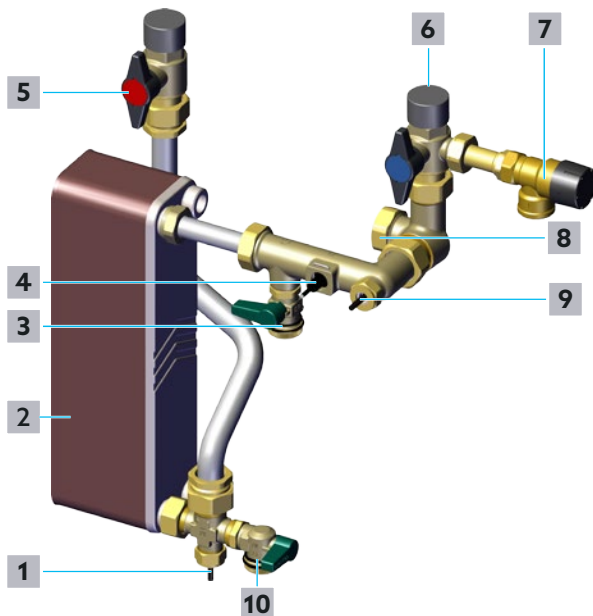

Abb. 19: Trinkwasserkreis Befüllen und Entlüften
- 1 Öffnen Sie langsam den Absperrkugelhahn Trinkwasser warm (siehe Position **5** in Abb. 19 auf Seite 26 und Position **10** in Abb. 2 auf Seite 12).
- 2 Öffnen Sie langsam den Absperrkugelhahn Trinkwasser kalt (siehe Position **6** in Abb. 19 auf Seite 26 und Position **11** in Abb. 2 auf Seite 12).
- ! Falls im Trinkwasserkreis weiterhin Geräusche durch Lufteinschlüsse entstehen, öffnen Sie leicht den KFE-Kugelhahn Trinkwasser warm bis nur noch Wasser austritt (siehe Position **10** in Abb. 19 auf Seite 26 und Position **16** in Abb. 2 auf Seite 12).